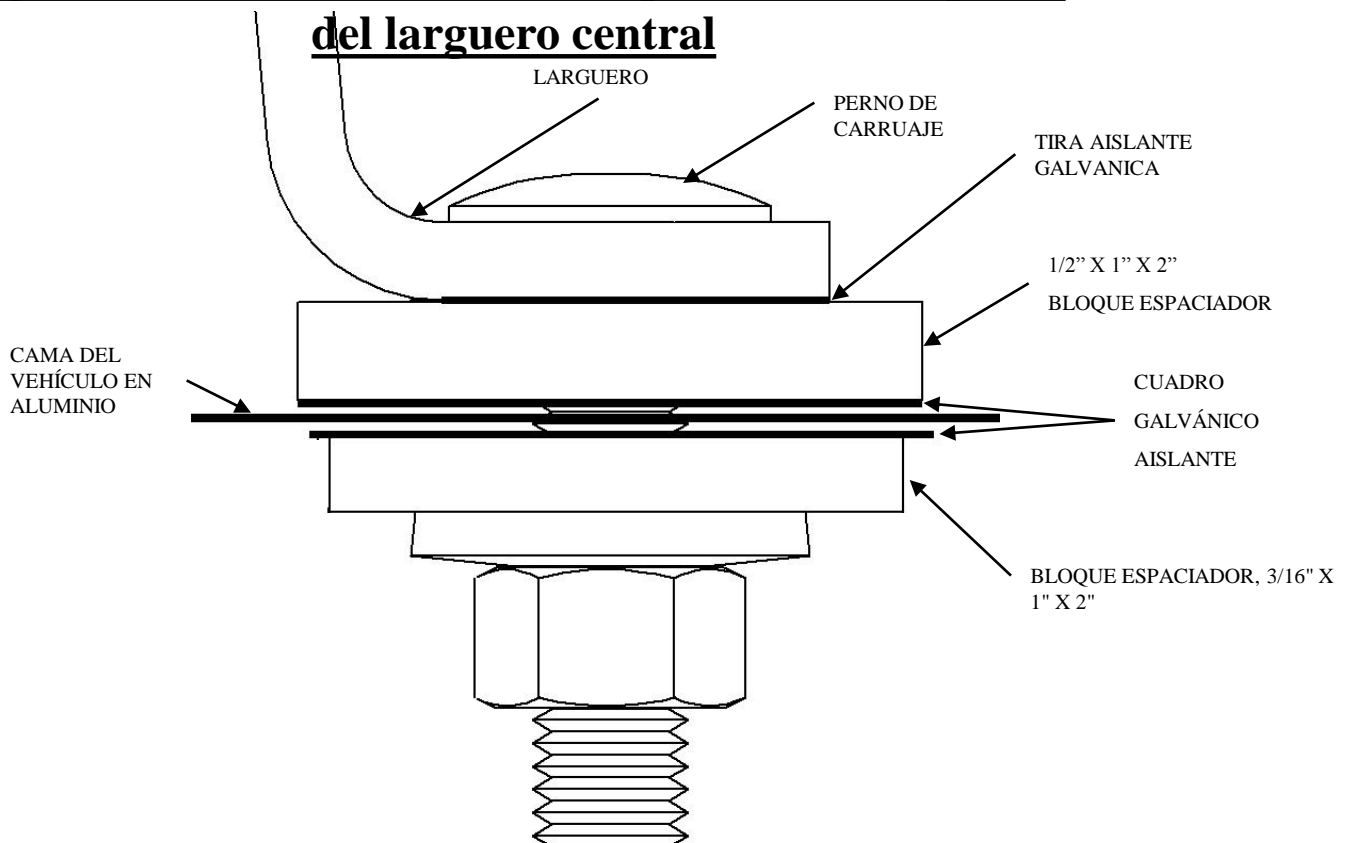

**Figura 3**
2. Colocar las tiras aislantes galvánicas (14) en la superficie inferior de cada larguero para proteger la cama de aluminio del vehículo como se muestra (Ver la Figura 3).
6. Sin apretar instalar los soportes del bastidor (18) y (19) usando las piezas apropiadas y apretar a mano. (Ver Figura 3)
- 1.) Colocar una arandela plana (8) de 5/8" sobre cada uno de los pernos de cabeza hexagonal de 5/8-11 x 4-1/4" (6).
- 2.) Colocar los soportes del bastidor (18) y (19) sobre los orificios del montaje del bastidor, y dirigir el perno hexagonal de 5/8-11 x 4-1/4" (6) a través del soporte y del bastidor y del bastidor del vehículo desde el exterior del bastidor hasta el interior del bastidor como se muestra. (Ver Figura 3).
- 3.) Instalar la arandela cónica de 5/8 (9) y luego la tuerca de 5/8-11 (7) sobre el perno de cabeza hexagonal de 5/8-11 x 4-1/4 (6) y apriete a mano.
7. Revisar que los orificios perforados de 1/8" en el paso 4 se alineen con las ranuras del soporte del bastidor (18) y (19). Si los orificios no se alinean, ajustar los soportes del bastidor según sea necesario. Si esto no alinea los orificios, reiniciar la instalación en el paso 4. Cuando los orificios se alineen con los largueros y soportes, quitar los largueros y soportes y continuar con el paso 8.
10. Colocar el espaciador de tubo (20) en la ubicación del perno del larguero central en la fila 3. (Ver la Figura 3)
12. Instalar los pernos de fijación del larguero trasero como se muestra en la figura (3). Asegurar que los parches aislantes galvánicos (13) estén instalados en los espaciadores en forma de U y bloques espaciadores como se muestra. (Ver las figuras 4 y 5) Colocar las arandelas cónicas de 1/2" (16) y las tuercas hexagonales (15) en la parte inferior del soporte de bastidor (18 y 19), según la figura 3 y apretar para impedir que el larguero de montaje se mueva. Los pernos en la fila 3 de la figura 2 usarán los pernos de cabeza hexagonal 1/2-13 x 2 (1) en la parte superior del larguero, con un parche aislante galvánico (13), un bloque espaciador de 1/2 x 1 x 2 (3) y una manija de tuerca (2). Para el perno central en la fila 3, que pasa a través de la sección del travesaño/umbral/sombrero de la cama del vehículo, dirigir el perno de carruaje de 1/2-13 x 4.50 (21) a través del larguero y del espaciador de tubo (20) y asegurar con el espaciador (5) de .250 x 1.5 x 3, la arandela cónica (16) de 1/2 y la tuerca (15) de 1/2-13. Para el perno del larguero central en la fila 4 de los pernos de fijación del larguero, dirigir un perno de carruaje de 1/2-13 x 2.00 (17) a través del larguero y de la cama, luego asegurar con un espaciador (5) de .250 x 1.5 x 3.00, una arandela cónica (16) de 1/2 y una tuerca (15) de 1/2-13.
14. Marcar y perforar los orificios en el larguero de montaje frontal según la Figura 3. Mover el larguero de montaje frontal y los soportes de montaje del bastidor fuera del camino y perforar con una broca de 1/8".